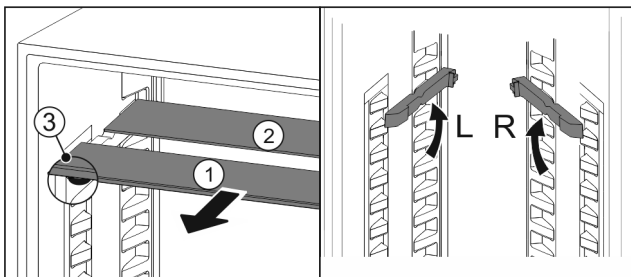

Fig. 25
- ▶ Sortir les tablettes par l'avant Fig. 25 (1).
- ▷ La tablette en verre Fig. 25 (1) avec bordure décorative est située à l'avant.
- ▷ Les butées Fig. 25 (3) sont orientées vers le bas.